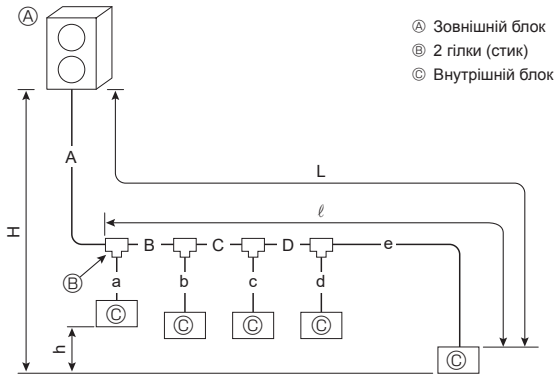

Fig. 4-3 (a)
4.3.1. Підключення без розгалужувальної коробки (Fig. 4-3)